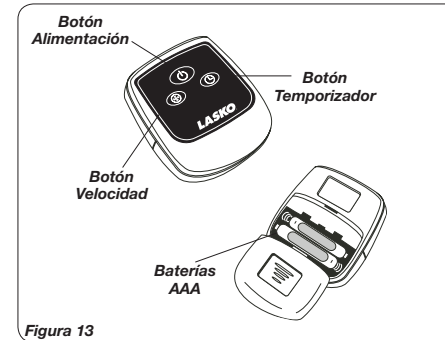
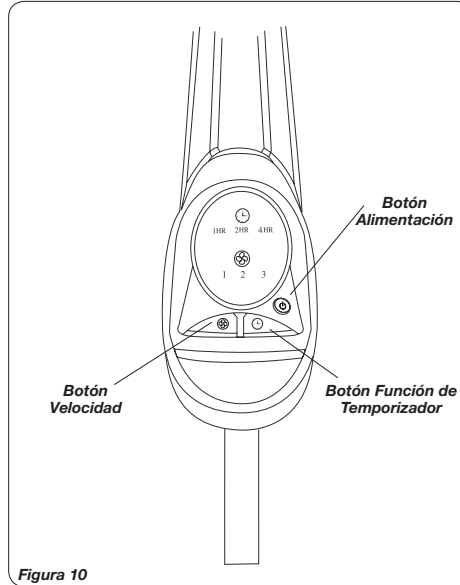

Figura 13
Figura 10
1. Instale la batería (no suministró) como se indica en la *Figura 13*. La batería es el tipo "AAA".
Este Ventilador puede hacerse funcionar mediante los Controles Manuales ubicados en la parte superior de la unidad (como se muestra en la *Figura 10*) o con el Control Remoto (se muestra en la *Figura 13*).